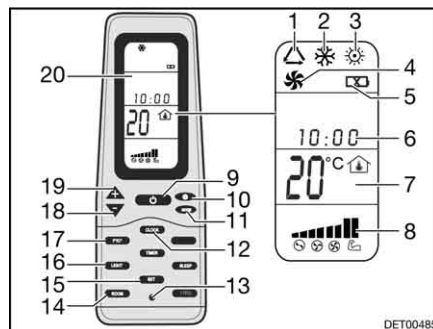

Fig. 134 Mando a distancia
- Pulsar la tecla ON/OFF (Fig. 134,9).
- Pulsar la tecla "Mode" (Fig. 134,11) las veces que sean necesarias hasta que se visualice el modo de funcionamiento deseado (Fig. 134,1, 2, 3 ó 4) en el display (Fig. 134,20).
- Ajustar la temperatura deseada con las teclas "+" (Fig. 134,19) y "-" (Fig. 134,18).
- Seleccionar la etapa deseada del ventilador con la tecla Velocidad del ventilador (Fig. 134,10).
Desconectar: ■ Pulsar la tecla ON/OFF (Fig. 134,9).